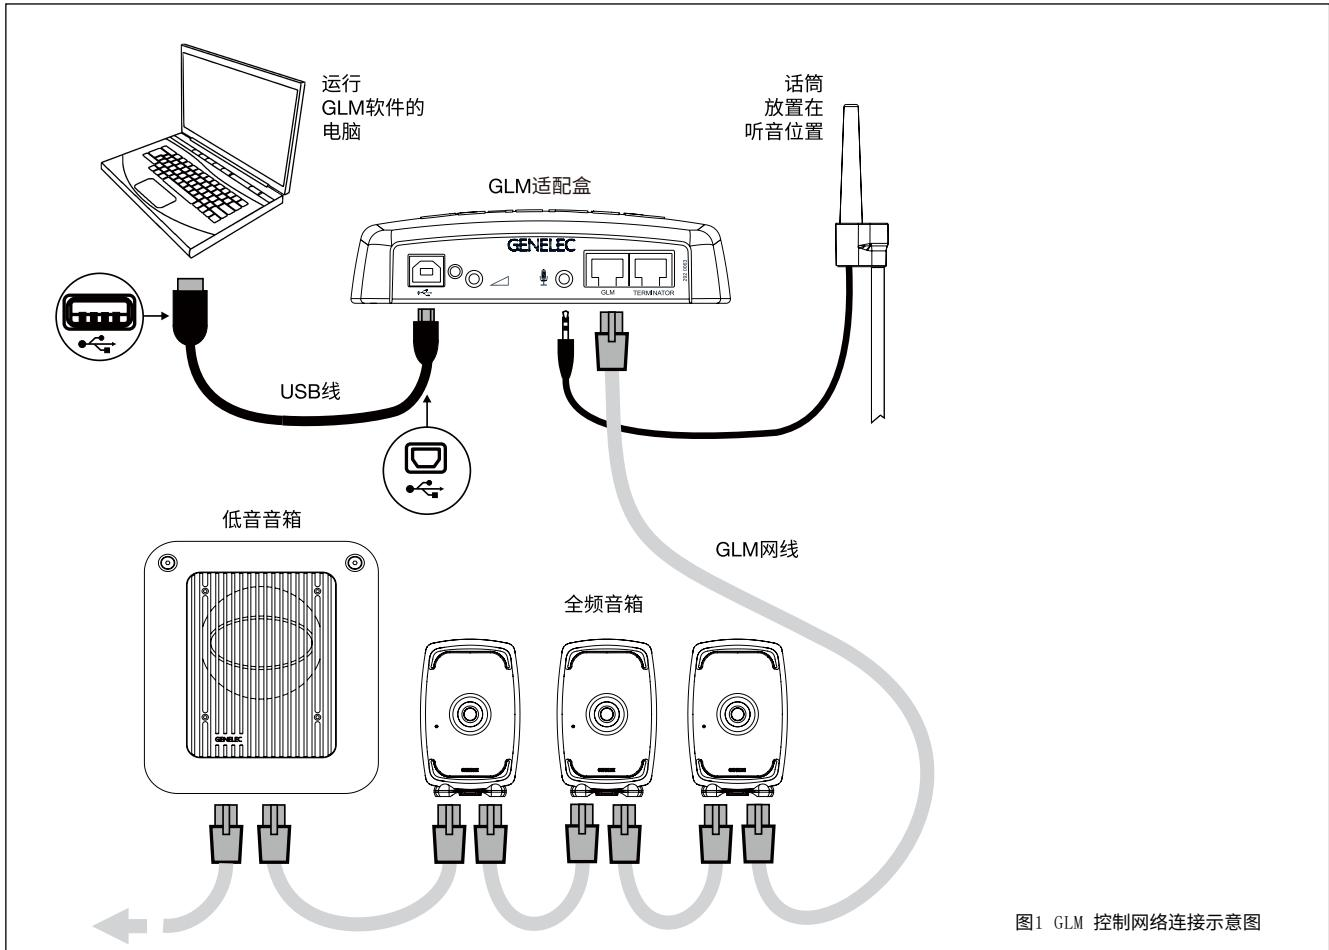

图1 GLM 控制网络连接示意图
1. 使用5类网线(RJ45接头) 将每只音箱(包括超低音音箱)串接起来，最终连接到GLM适配盒(见图1)；